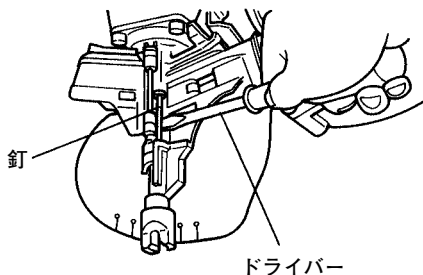

図 29
- 内部につまった釘を⊖ドライバーなどで取り除きます。(図 29)